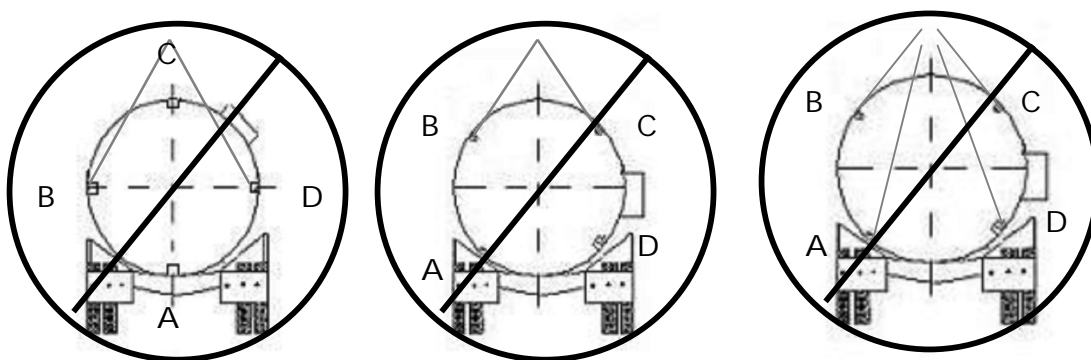

Figura 3, Método incorrectos de izaje.
- Es **IMPORTANTE** mantener el mismo patrón (A)-B) y C)-D)) en los cables para la erección del tanque. El utilizar otro tipo de patrón ocasiona diferentes esfuerzos en las orejas de izaje pudiendo provocar desprendimientos de las mismas. (Ver figura 3)